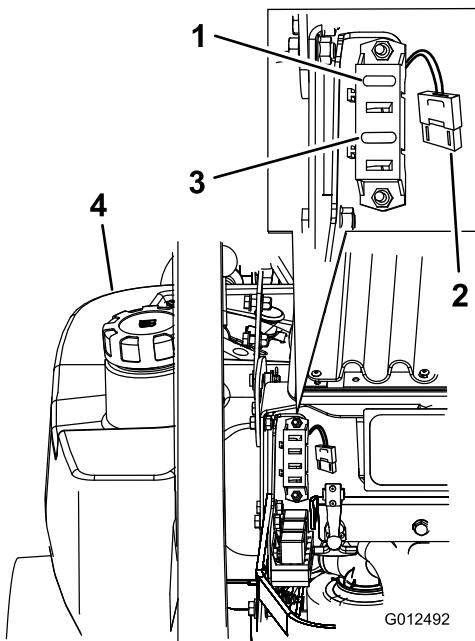

Figura 59
1. Destranque e levante o capot do motor para ter acesso ao porta-fusíveis (Figura 59).
3. Instale um novo fusível (Figura 59).